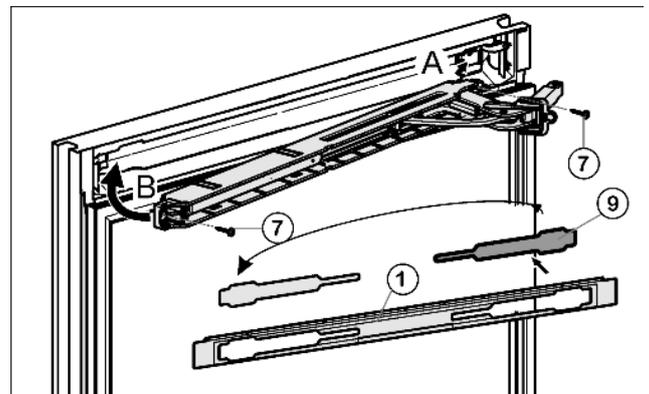

Fig. 16
- ▶ Abdeckung Fig. 16 (9) aus der Blende Fig. 16 (1) lösen und auf der anderen Seite wieder einsetzen.
- ▶ Obere Schließdämpfereinheit mit dem Gelenk an der Scharnierseite einhaken (A) und einschwenken (B).
- ▶ Schließdämpfereinheit festschrauben (2 mal Torx 15) Fig. 16 (7).